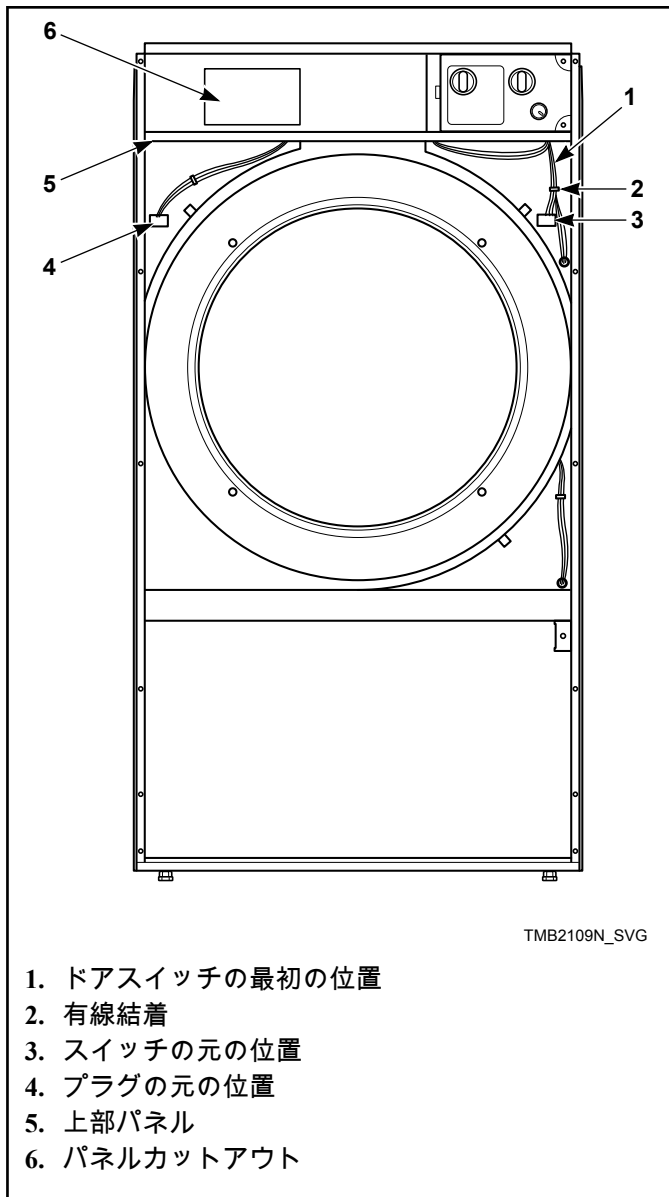

図 10
7. 有線結着を切って、ドアのスイッチハーネス束を外します。この時、ハーネスのワイヤーを傷つけないように気をつけてください。図 10 参照。